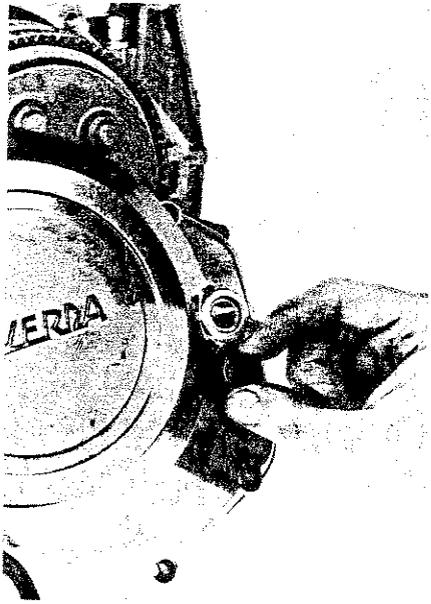

Fig. 107
Togliendo il coperchio prestare attenzione, tenendolo con un dito, al perno del pedale del cambio che rimane attaccato al blocco motore ed al suo anellino di gomma (OR) (Fig. 107).
When removing the side cover, hold the gear shift pedal spindle with a finger because it is secured to the crankcase, and be careful not to damage the O-ring (Fig. 107).